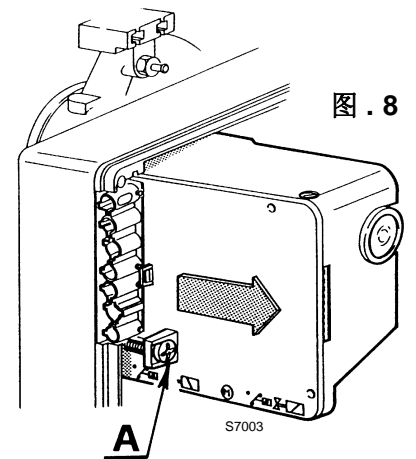

图 . 8
7 针插头, 连接器 (C), 高张力电缆和 地线 (H) 后拧松螺钉 (A, 图 . 8).